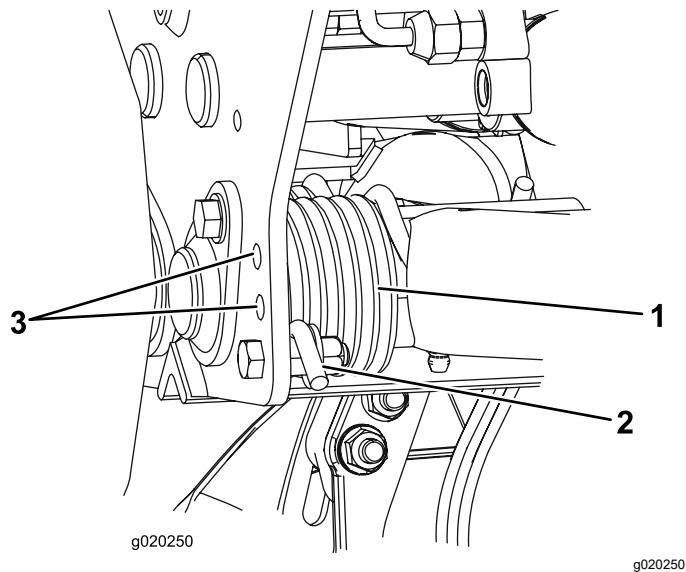

Figura 35
2. Coloque un tubo u otro objeto similar sobre el extremo largo del muelle para aliviar la tensión durante el ajuste (Figura 35).
- Para aliviar la tensión del muelle, retire el perno y la contratuerca que sujetan el actuador del muelle al soporte (Figura 35).